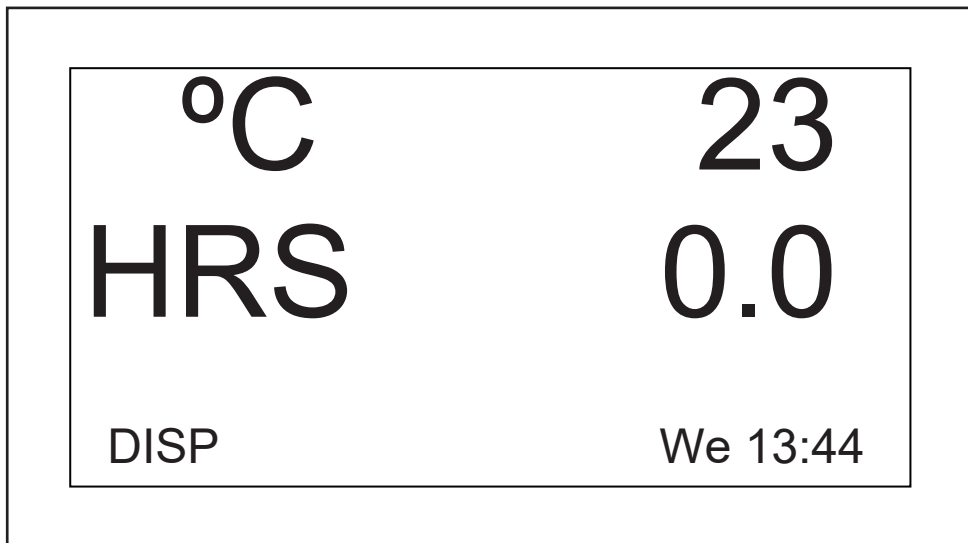

Abb. 9-2: Angezeigter Parameter geändert
4. Drücken Sie den Knopf, um den Parameter einzustellen und zu speichern (siehe Abb. 9-2 auf S. 51).